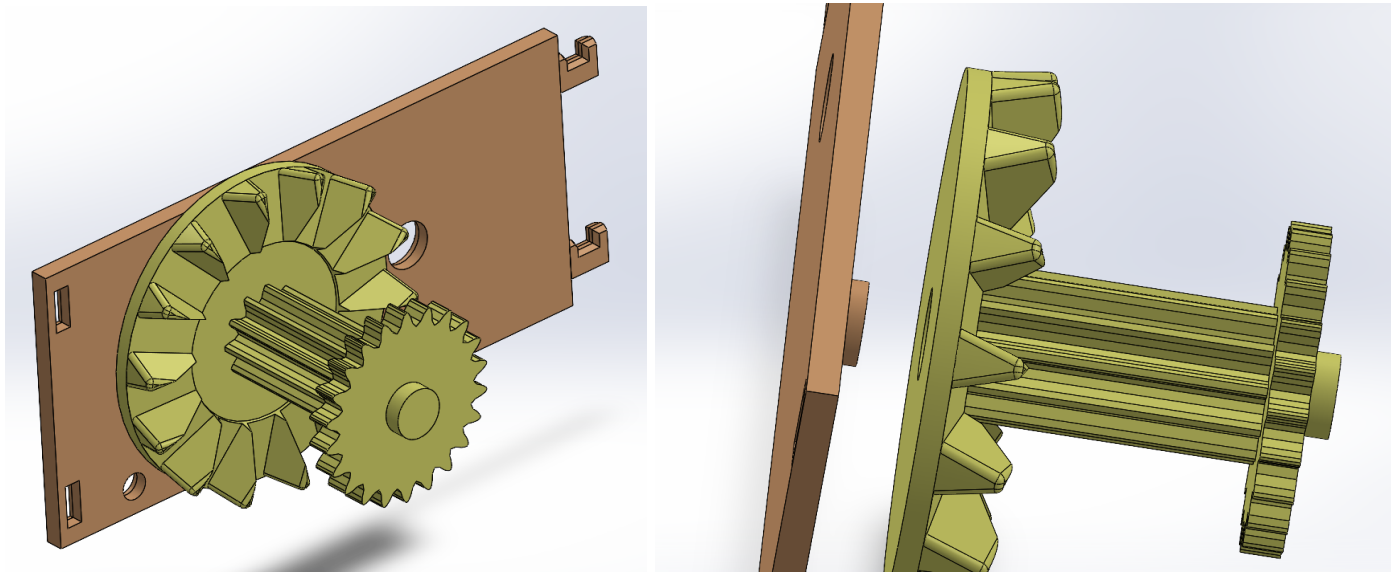

FIGURE 3
ÉTAPE 3 : Dans la troisième étape, nous prenons le mur numéroté 11 et l'engrenage numéroté 20 et les assemblons ensemble comme on peut le voir dans la figure 3.